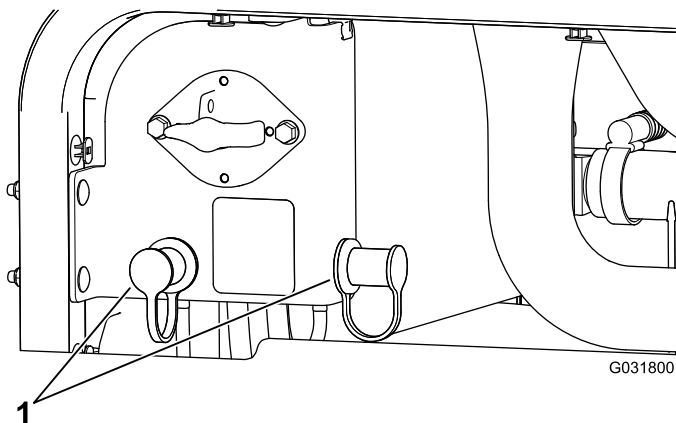

Figura 114
3. Retire as coberturas dos polos de arranque (Figura 114).